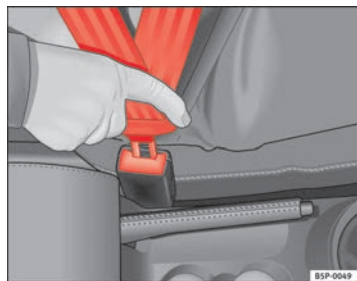

Fig. 11 Blocchetto di aggancio e linguetta della cintura di sicurezza
- Inserire la linguetta della cintura nel bloccetto di aggancio del sedile corrispondente facendole effettuare lo scatto d'innesco ⇒ **fig. 11.**